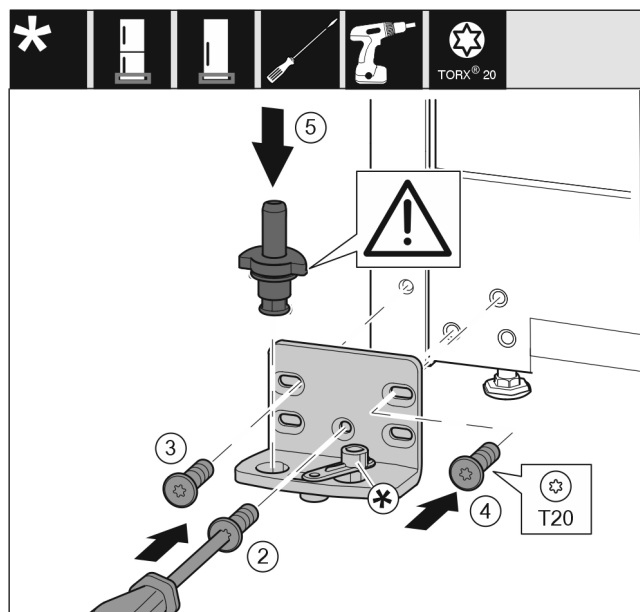

Fig. 17
- Applicare il blocco di supporto sull'altro lato e avvitare con un cacciavite T20. Iniziare dalla vite 2 in basso al centro. Fig. 17 (2)
- Serrare la vite 3 e 4. Fig. 17 (3,4)
- Inserire completamente il perno di supporto. Fare attenzione che la camma di arresto sia rivolta verso il lato posteriore. Fig. 17 (5)